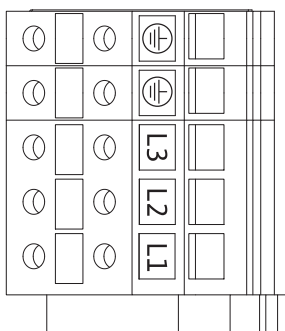

Fig. 26: Morsetti di potenza (morsetti di alimentazione dalla rete)
- Morsetti di potenza (morsetti di alimentazione dalla rete) (fig. 26)